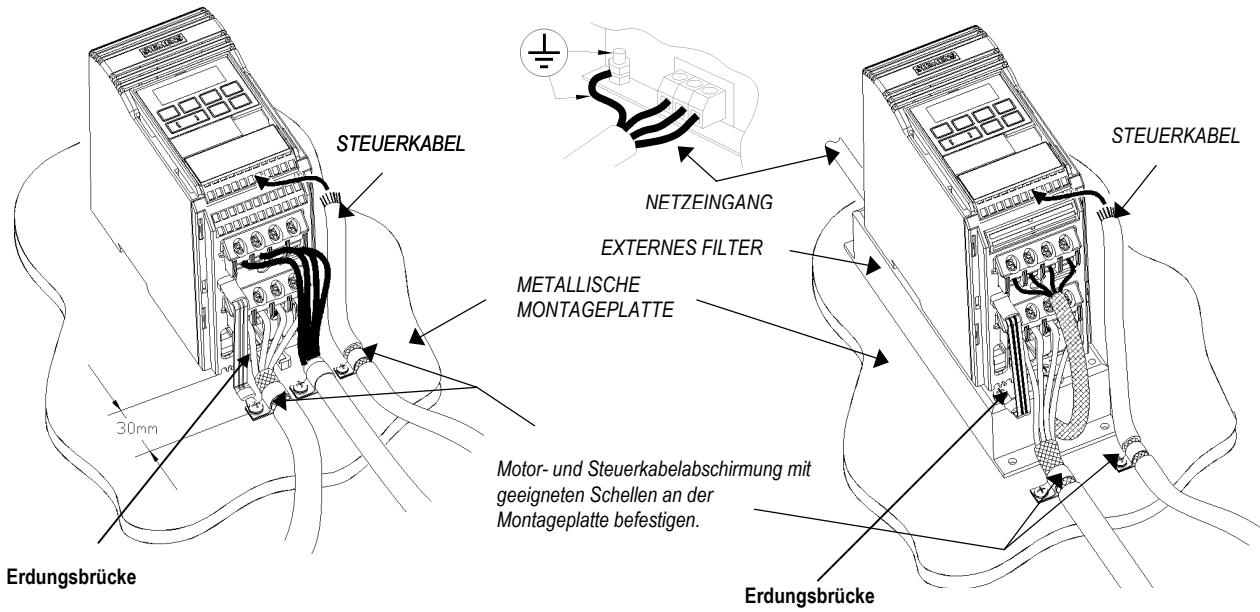

Bild 1.2.1: Verdrahtungsrichtlinien zur Optimierung der Störfestigkeit bei MICROMASTER, Baugröße A
Die Umrichter wurden für den Betrieb in industrieller Umgebung entwickelt, in der hohe elektromagnetische Störungen zu erwarten sind. Im allgemeinen gewährleistet eine fachgerechte Installation einen gefahrlosen und störungsfreien Betrieb. Sollten dennoch Schwierigkeiten auftreten oder ist die Einhaltung bestimmter EMV-Grenzwerte gefordert, dann sind die nachstehenden Richtlinien zu befolgen. Insbesondere kann sich das Erden des Anlagen-Bezugspotentials (0V) am Umrichter, wie unten beschrieben, als wirkungsvoll erweisen. Bild 1.2.1-3 zeigt die Installation eines EMV-Funkentstörfilters.
- (2) Für Steuerkreise sind geschirmte Leitungen zu verwenden. Die Kabelschirme sind an beiden Leitungsenden aufzulegen. Hierzu sollten breitflächige Kabelschellen verwendet werden. Die ungeschirmten Adern zu den Steuerklemmen sind möglichst kurz zu halten.
- (3) Die Steuerleitungen sind von den Leistungsleitungen möglichst entfernt zu verlegen, unter Verwendung getrennter Kabelkanäle etc. Bei Leitungskreuzungen sollte dies nach Möglichkeit in einem Winkel von 90° realisiert werden.
- (4) Stellen Sie sicher, daß die Schütze in den Schränken, entweder durch RC-Beschaltungen im Fall von Wechselspannungsschützen oder durch 'Freilauf'-Dioden bei Gleichstromschützen entstört sind. **Es ist darauf zu achten, daß die Entstörelemente direkt an den Schützspulen anzuschließen sind.** Es können auch Varistor-Entstörelemente verwendet werden. Dieser Punkt ist vor allem dann wichtig, wenn die Schütze von dem im Umrichter integrierten Relais angesteuert werden.
- (5) Für den Anschluß der Motoren sind geschirmte oder bewehrte Kabel zu verwenden. Die Abschirmung ist an beiden Enden großflächig zu erden, z.B. mittels geeigneter Kabelverschraubungen.
- (6) Wenn der Umrichter in einer stark elektromagnetisch belasteten Umgebung eingesetzt wird, sollte der Hochfrequenzentstörungsfiltersatz eingesetzt werden, um die leitungsgeführten und abgestrahlten Störungen des Inverters zu reduzieren. Optimale Ergebnisse werden durch eine gut leitende Verbindung zwischen Filter und Metallmontageplatte erzielt.
- (7) Bei MICROMASTER der Baugröße A (Bild 1.2.1) muß die mitgelieferte Erdungsbrücke zur Reduzierung der Störungen zwischen Umrichter und Filter/Montageplatte angeschlossen werden.